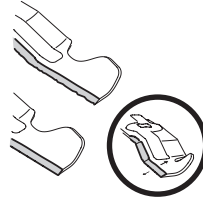

Figure 39
4. Pour aiguiser les lames, la même quantité de métal des deux extrémités des lames sur le côté tranchant. Aiguissez le bord tranchant sur toute sa longueur, parallèlement au bord arrière, soit à un angle de 25° à 30° (Figure 39).